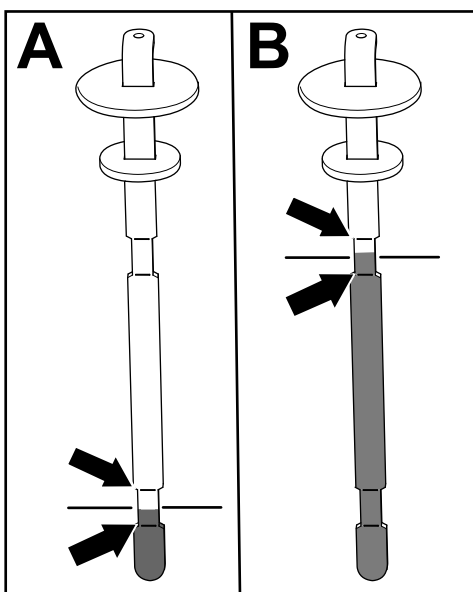

Figura 84
5. Retire la varilla y compruebe el nivel de fluido (Figura 84).
- Si tiene una unidad de corte equipada: el nivel de fluido hidráulico está en el nivel apropiado cuando el fluido aparece entre las dos marcas inferiores de la varilla (A en la Figura 84). También es aceptable que el nivel de fluido esté por encima de las marcas inferiores.
- Si tiene instalado el kit de Mangueras para accesorios de accionamiento hidráulico: el nivel de fluido hidráulico está en el nivel correcto cuando el fluido aparece entre las dos marcas superiores de la varilla (B en la Figura 84).